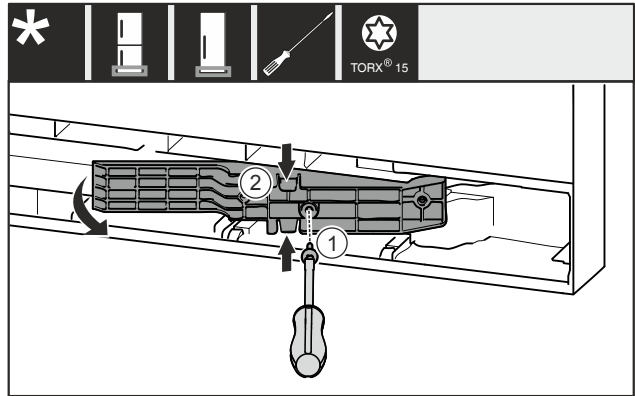

Fig. 20 *
- Távolítsa el a csavart Fig. 20 (1)*
- Finoman nyomja össze az illesztődarabot Fig. 20 (2) alul és felül, és húzza ki.*